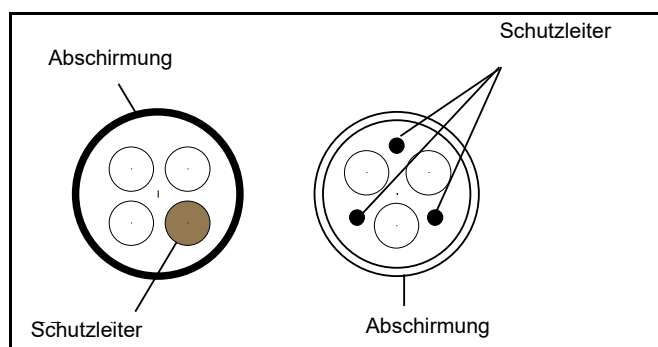

Abbildung 16.
- 2 = Symmetrisches Leistungskabel mit konzentrischem Schutzleiter für spezifische Netzspannung. (MCMK o. Ä. empfohlen). Siehe Abbildung 16.
- 3 = Symmetrisches Leistungskabel mit kompakter niederohmiger Abschirmung für spezifische Netzspannung. [MCCMK, EMCCK o. Ä. empfohlen; empfohlene Übertragungsimpedanz der Kabel (1–30 MHz) max. 100 mOhm/m]. Siehe Abbildung 16.